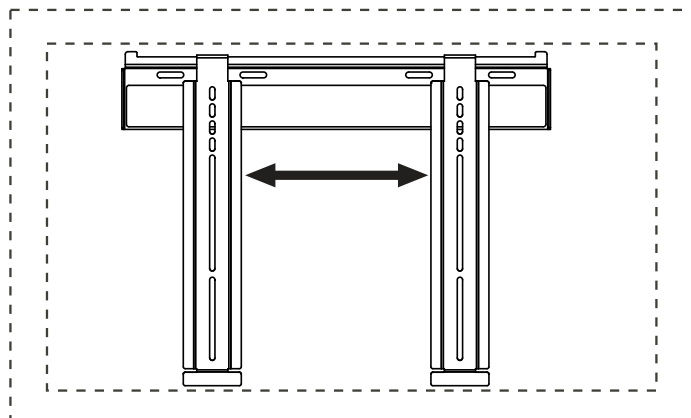

fig. 3.2
- 3** Guidez les crochets des supports adaptateurs (**B**) dans la bride de la plaque murale (**A**). Puis faites pivoter lentement l'écran vers le mur comme illustré à la fig. 3.1. Appuyez délicatement sur l'écran pour vous assurer que les bandes velcro sont bien en place, comme illustré dans le dessin de détail 1. Pour régler l'écran horizontalement, faites pivoter l'écran hors du support pour détacher les bandes velcro et faites glisser l'écran dans la plaque murale jusqu'à ce qu'il soit dans la position souhaitée, comme illustré à la fig. 3.2. Puis, faites pivoter lentement l'écran vers le mur pour le rattacher aux bandes velcro. Pour retirer l'écran du support, faites pivoter l'écran vers l'extérieur du support et soulevez-le hors du support.